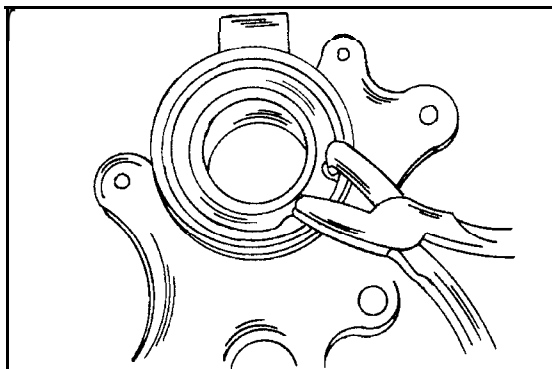

Bild 273
- Sprengring aus der Aussenseite des Lagergehäuses entfernen. Dazu benutzt man eine normale Seegerringzange (siehe Bild 273).
- Den Radlagersprengling in der in Bild 273 gezeigten Weise in das Radlagergehäuse einfedern. Der Ring muss ringsherum einwandfrei in der Rille sitzen.